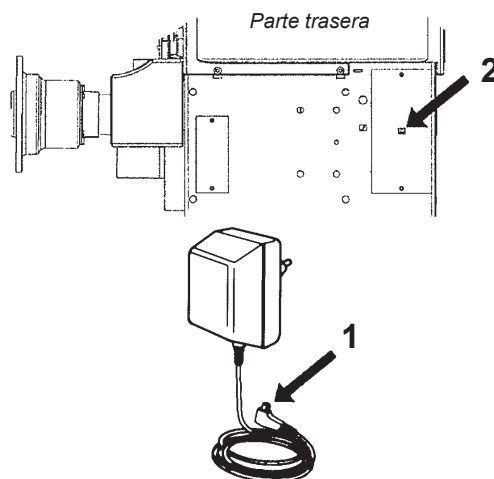

Figura 8a
- Conecte el conector de potencia de salida (1, Figura 8a) del adaptador en la toma de potencia de la equilibradora (2).